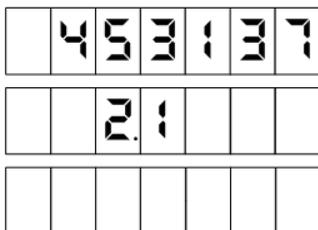

Рисунок 23
Если у значения параметра более 7 разрядов, то последующие разряды будут переноситься на вторую и третью строки поочередно. В значении параметра не могут отображаться точки после последней цифры в строке, поэтому если число содержит точку после 7 или 12 цифры, эта цифра будет перенесена на следующую строку. На рисунке 20 приведен пример чтения значения параметра "Ограничение по отпуску топлива" (502). Значение следует считать слева-направо, сверху-вниз: 453137,1 (рисунок 23).